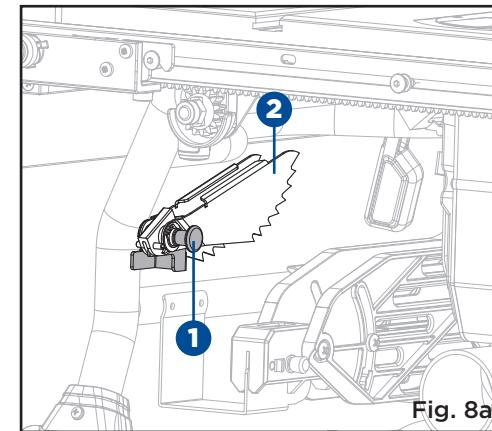

Fig. 8a
INSTALLATION DES LINGUETS ANTIRETOUR ET DU PROTÈGE-LAME (Fig. 8a-8b)
- Tirez le bouton (1) et maintenez-le sorti, puis poussez les linguets antiretour vers le haut. Retirez-les de la section de rangement pour linguets antiretour située à l'intérieur du côté gauche arrière de la scie. (Fig. 8a)
- Tirez et tenez le bouton (1). Alignez la fente des linguets antiretour (2) sur la fente indiquée du couteau séparateur (3). Mettez la goupille-ressort (4) sur les linguets antiretour (2) dans la fente indiquée sur le couteau séparateur (3).
- Appuyez sur les linguets antiretour (2) jusqu'à ce qu'ils s'enclenchent et relâchez le bouton (1) pour insérer la goupille (5) dans le trou (6) indiqué sur le couteau séparateur (3).